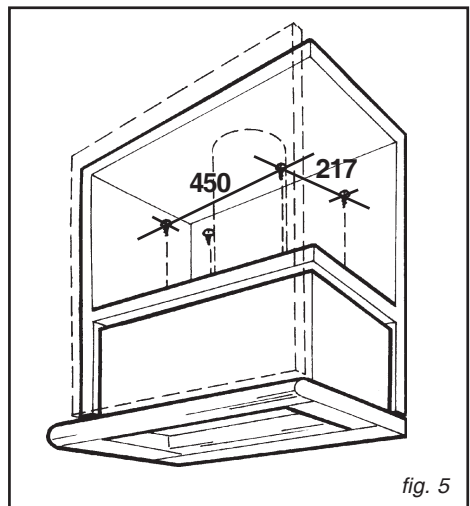

fig. 5
**Befestigung (Abb. 5):** die 4 Fixierlöcher, die für Ihr Modell vorgesehen sind, mit Hilfe der